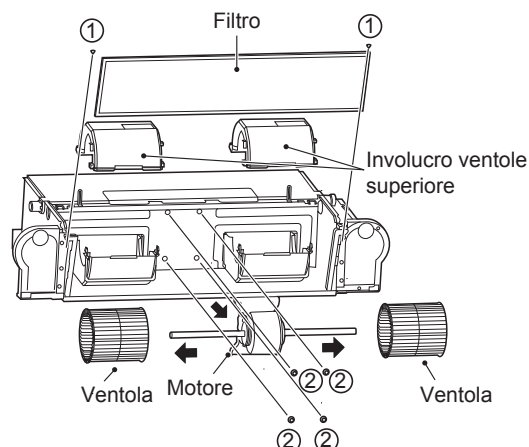

Figura 4-5 Rimozione del filtro, della voluta superiore e delle viti del motore
- Rimuovere le viti come illustrato in Figura 4-5 ①*2 estrarre il filtro.